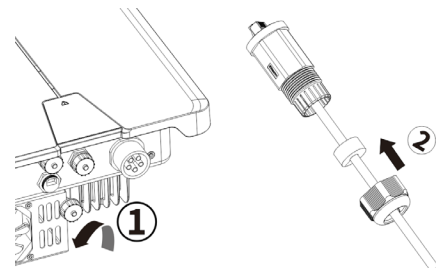

Abb. 28: Netzwerkkabel einführen
3. Netzwerkkabel in den entsprechenden Kommunikationsanschluss des Geräts einstecken (siehe Abb. 28, Abfolge und Pfeilrichtungen beachten), Gewindehülse festziehen, dann die Überwurfmutter am Ende anziehen.